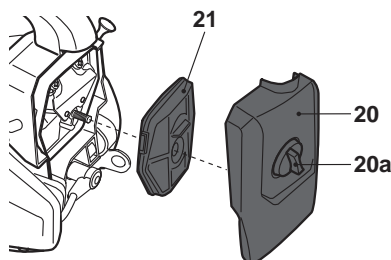

Fig. 60
1. Dévissez la vis de fixation (20a) et ôtez le couvercle du filtre à air (20) (Fig. 60).
2. Sortez le filtre à air (21) (Fig. 60).